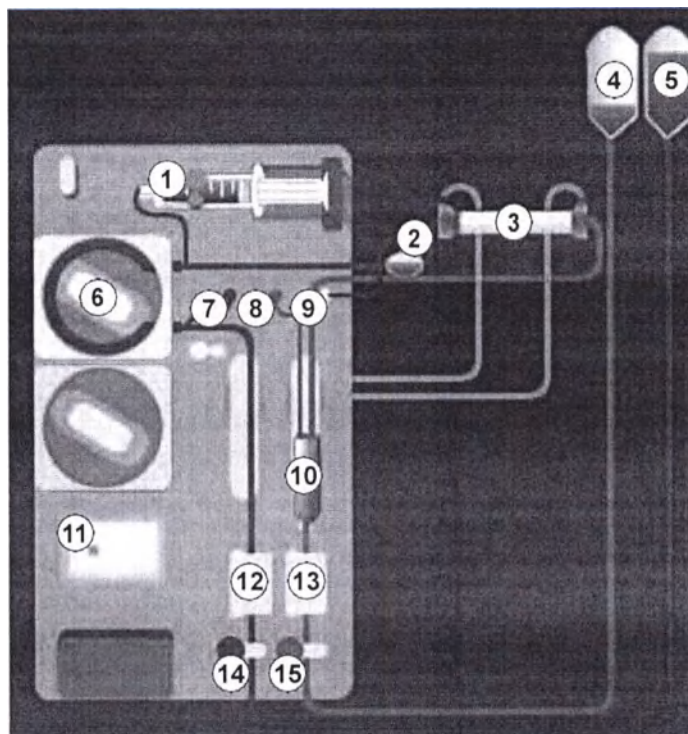

Рис. 5-8 Вставка системы кровопроводящих магистралей для подготовки от мешка к мешку
2. Возьмите муфты диализатора с моста промывки и присоедините к диализатору (Рис. 5-8 Вставка системы кровопроводящих магистралей для подготовки от мешка к мешку (101), ③), когда аппарат выдаст соответствующее указание. Соблюдайте цветовое кодирование: